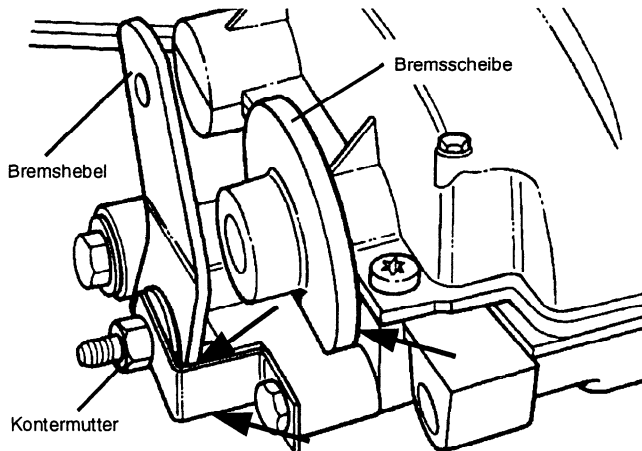

ABBILDUNG 37
- Überprüfen, ob die Bremsscheibe das Gehäuse und/oder der Bremshebel die Halterung oben oder unten berührt (siehe Abbildung 37). Falls ja, vor der Einstellung Bremsbelag und Scheibe austauschen.